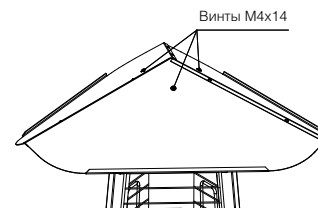

Рис. 12 – Установка козырька
- Установите на дожигатель козырек, закрепите козырек на 3 винта из нержавеющей стали (Рис. 12).